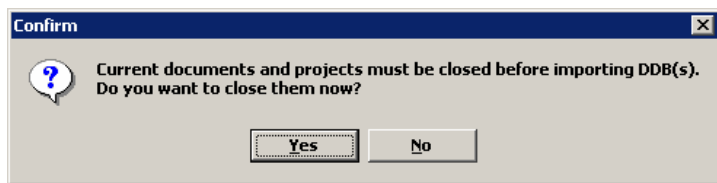

图 10.4 “Confirm”提示框
(1) 单击工具栏中的打开按钮，打开“Choose Document to Open”对话框。
(2) 在“Choose Document to Open”对话框中选择 Protel 99 版本的后缀为“.DDB”的 PCB 元件封装库文件，然后单击“打开”按钮，系统显示如图 10.4 所示的“Confirm”提示框。